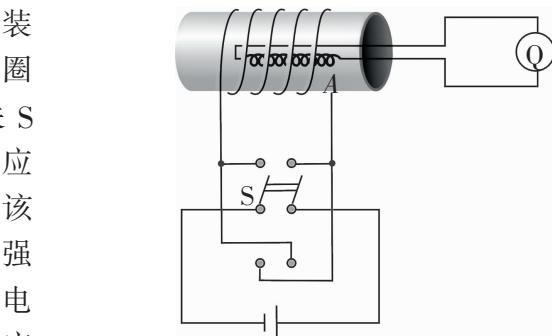

图 1-8
8. 图 1-8 是一种测量通电螺线管中磁场的装置，把一个很小的测量线圈 A 放在待测处，线圈与测量电量的电表 Q 串联。当用双刀双掷开关 S 使螺线管的电流反向时，测量线圈中就产生感应电动势，从而引起电荷的迁移，由电表 Q 测出该电荷电量 q ，就可以算出线圈所在处的磁感应强度 B 。已知测量线圈共有 n 匝，直径为 d ，它和电表 Q 串联电路的总电阻为 R ，求被测处的磁感应强度 B 。